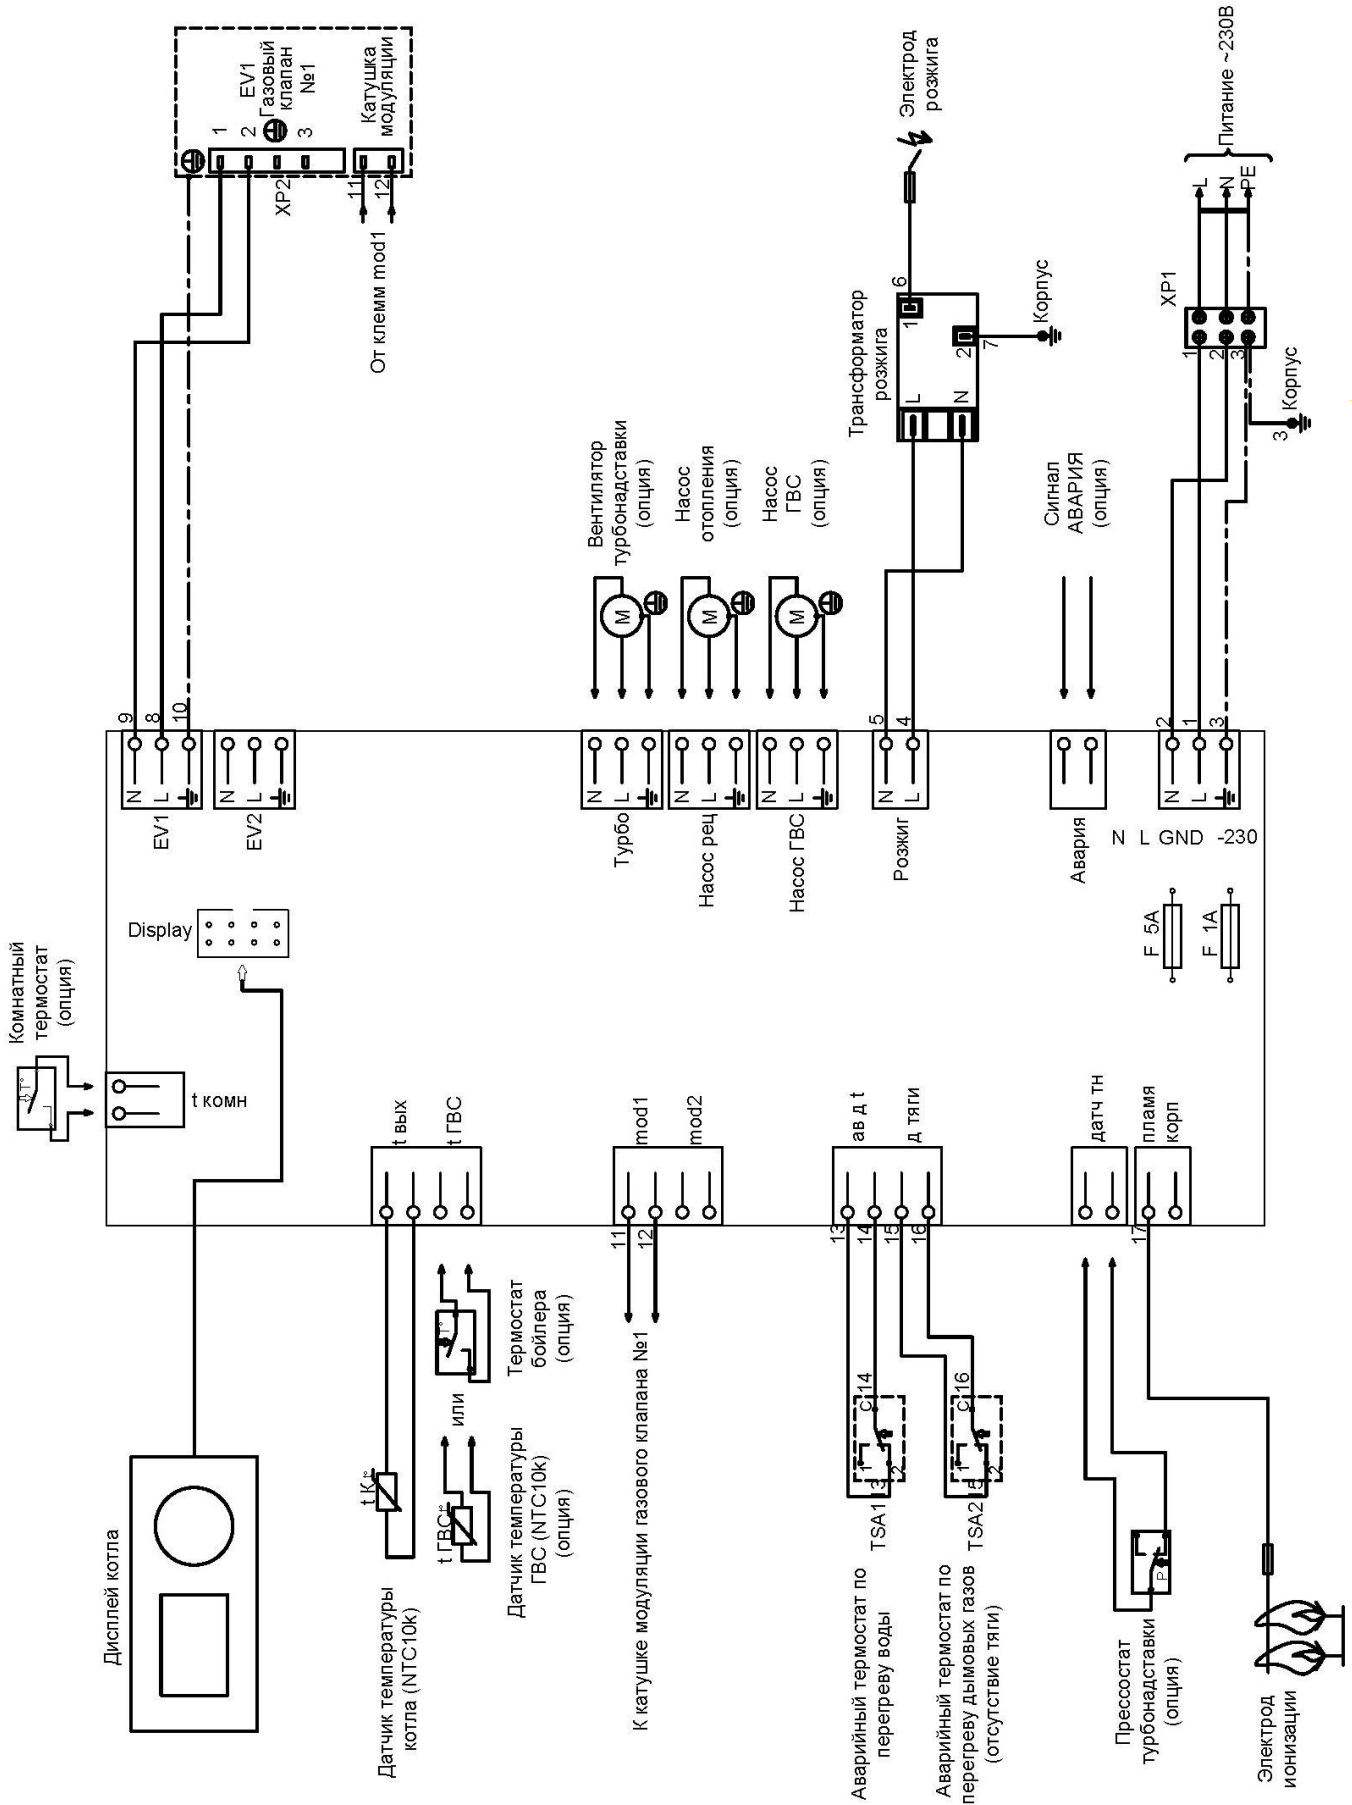

Рисунок 7. Электрическая схема котлов TITAN Z30M; Z40M; Z50M; Z60M, Z65M
- подсоедините провода термостата накопительного бойлера горячего водоснабжения в соответствии с электрической схемой (Рис.7,8);